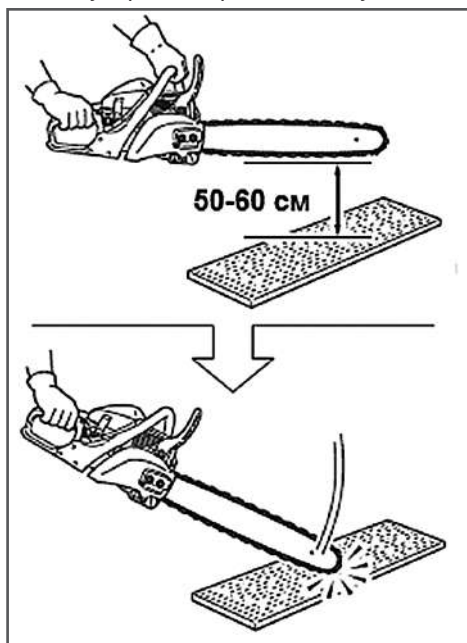

Рис.7 Проверка инерционного тормоза
1. Возьмитесь за переднюю и заднюю рукоятку пилы и держите ее так, чтобы она располагалась на высоте 50-60 см от испытательной поверхности (Рис. 7).